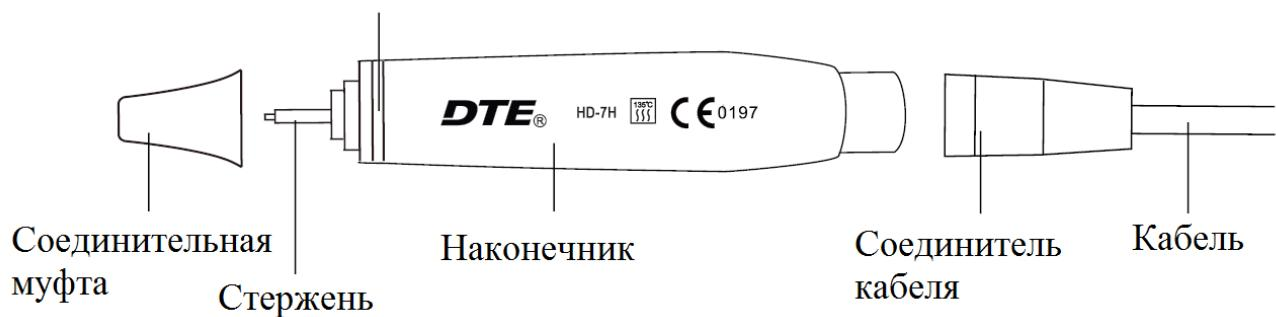

Рисунок 5
д) Схема сборки съемного наконечника показана на рис.5.
2.1.2. Инструкция к основным компонентам съемного наконечника (показаны на рис. 5):